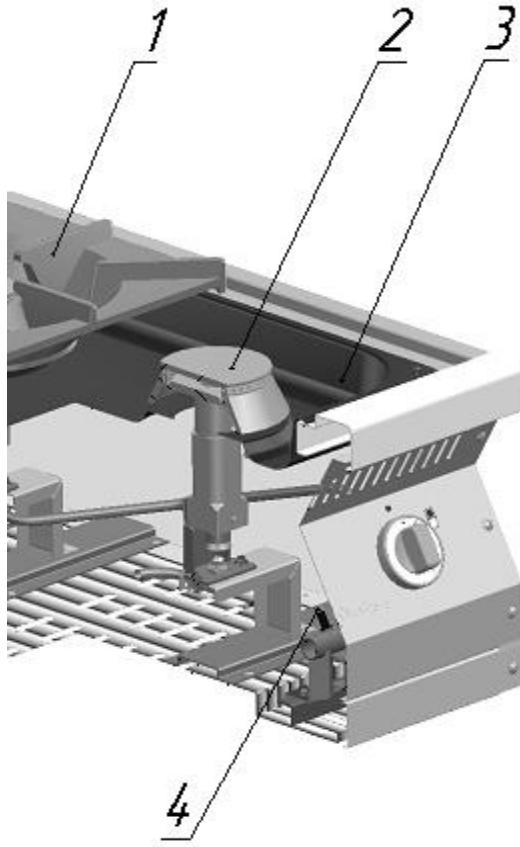

Рис. 7
4.3. Включение и выключение горелок стола (рис. 7)
Для подключения манометра к плите следует воспользоваться отводом на коллекторе, который заглушен затяжным винтом "4" (рис.7).